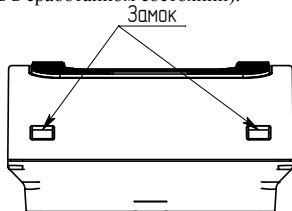

Рисунок 3
6.8 Для установки извещателя необходимо отсоединить корпус от основания, нажав отверткой на замки (см. рисунок 3). (При этом кнопка должна быть в сработанном состоянии).